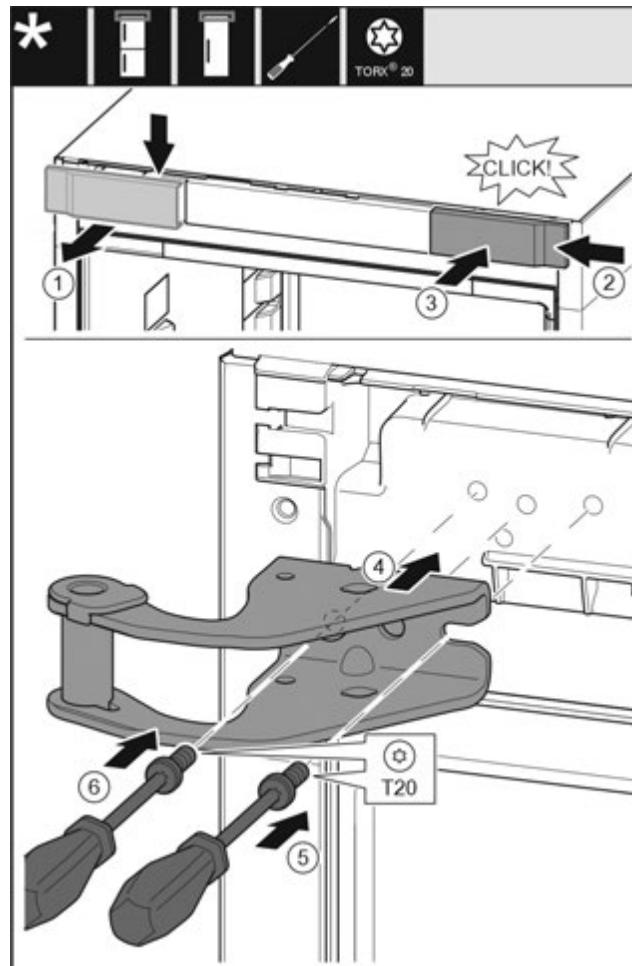

Fig. 12
- ▶ Зніміть кришку вгорі вперед. Fig. 12 (1)
- ▶ Почепіть кришку, що повернута на 180°, з іншого боку праворуч. Fig. 12 (2)
- ▶ Зафіксуйте кришку. Fig. 12 (3)
- ▶ Встановіть верхній опорний кронштейн. Fig. 12 (4)
- ▶ Встановіть та закрутіть гвинт за допомогою викрутки T20. Fig. 12 (5)
- ▶ Встановіть та закрутіть гвинт за допомогою викрутки T20. Fig. 12 (6)